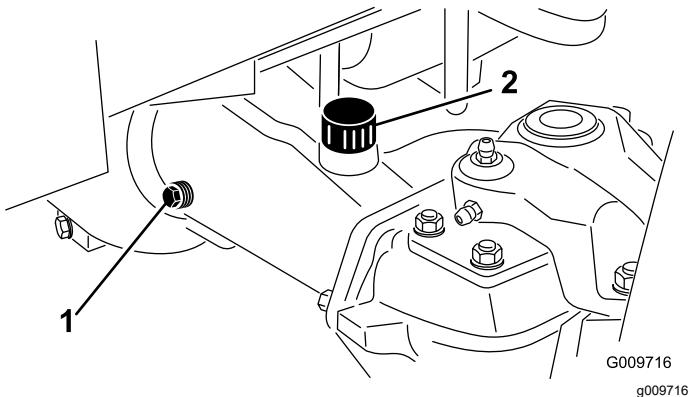

Figura 79
2. Rimuovete un tappo di controllo da un'estremità dell'assale e assicuratevi che il lubrificante raggiunga la parte inferiore del foro (Figura 79).